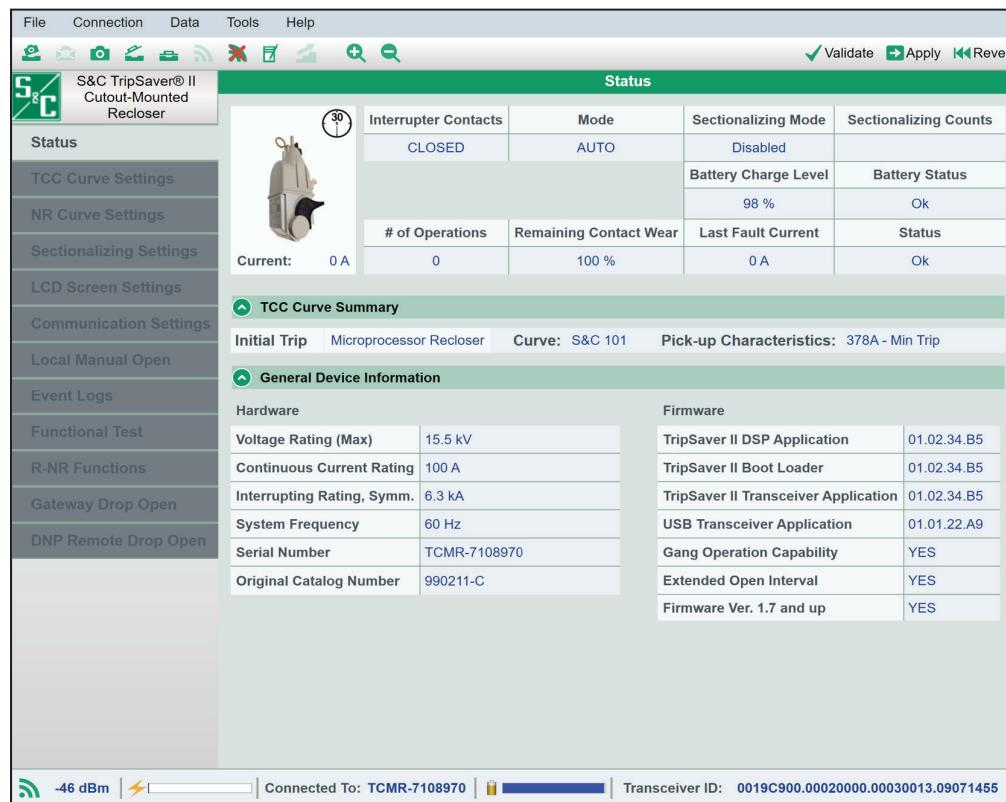

Figura 24. Tela *Status* após uma recuperação de perfil feita com sucesso.
**PASSO 6.** Verifique a tela *Status* para assegurar que a informação de perfil foi recuperada com sucesso. Ver Figura 24.